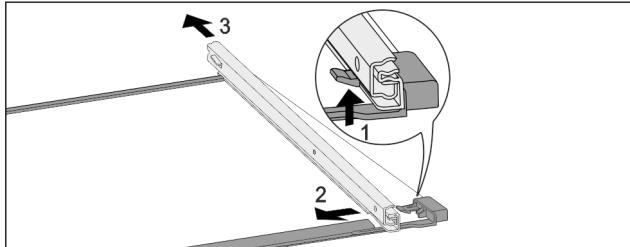

Fig. 190 Steklena plošča z vodili
- Sprednji zaskočni kaveljček potisnite navzgor. Fig. 190 (1)
► Izvlečno vodilo potisnite Fig. 190 (2) na stran Fig. 190 (3) in nazaj.